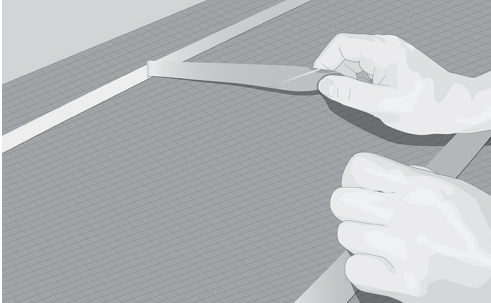

Fig. 9. Legg ut dobbeltsidig tape og fjern dekkpapiret
9. Fest kabelen på den dobbeltsidige tapen og fjern dekkpapiret etter hvert som du fortsetter med å legge ut kabelen (Fig. 9 og 10).